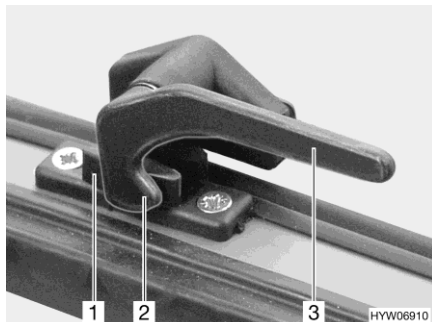

Fig. 41 Leva di serraggio (posizione "Chiusa")
- Ruotare tutte le leve di serraggio (Fig. 41,3) di un quarto di giro verso il centro della finestra.
- Ruotare tutte le leve di serraggio (Fig. 41,3) di un quarto di giro verso il telaio della finestra. Il nasello di chiusura (Fig. 41,2) si trova sul lato interno della chiusura della finestra (Fig. 41,1).
- In posizione "Completamente chiusa" (Fig. 41)